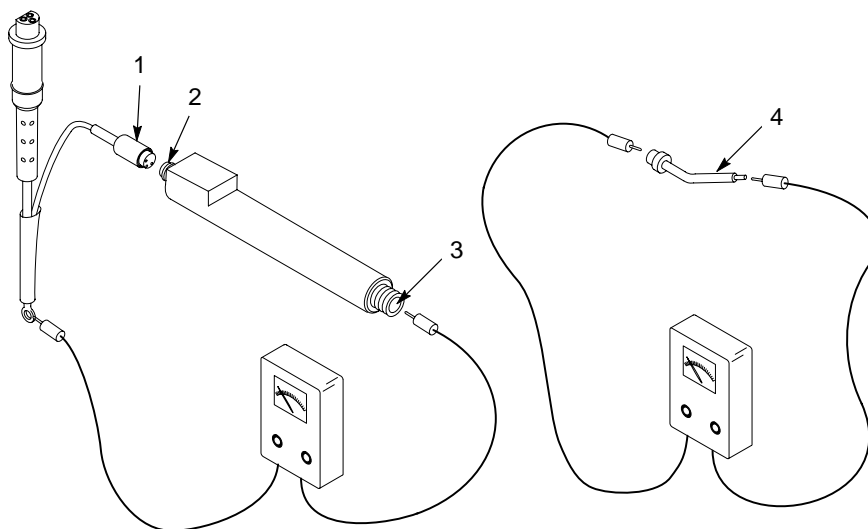

Figura 5-3 Resistencia del multiplicador y de la punta de contacto
Ver la figura 5-3.
1. Ver la figura 5-3. Conectar los bornes del megóhmetro a los contactos de latón en los extremos de la punta de contacto.